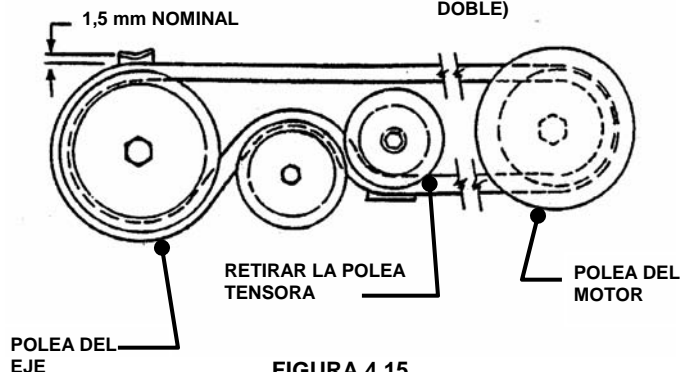

FIGURA 4.15
8. Retire la polea tensora. Vea la figura 4.15 y 4.16.